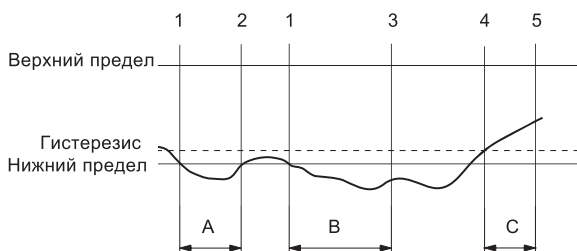

Рис. 34 Пример выхода за нижний предел
Данная функция является функцией контроля, она выдаёт информацию, предупреждение или аварийный сигнал при превышении нижнего или верхнего предельного значения (см. рис. 34).
В данной функции имеются два таймера: таймер задержки обнаружения и таймер задержки сброса. Таймер задержки обнаружения запускается при выходе за предельное значение (1). См. рис. 34. Данный таймер является настраиваемым.
**A:** Если по завершении периода обнаружения предельное значение больше не превышено (2), показание таймера сбрасывается.
**B:** Если по завершении периода обнаружения предельное значение всё ещё превышено (3), выходной сигнал детектора изменится на "выход за предел".